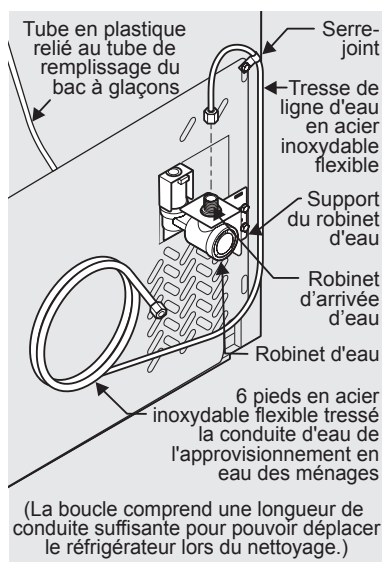

Figure 2
- 4 Répétez les étapes 2 et 3 pour installer la porte du réfrigérateur. Assurez-vous que les trous des vis de réglage sont vis-à-vis de la porte du congélateur. (Reportez-vous à la figure 2.)
Si vous utilisez un tuyau flexible en acier inoxydable, l'écrou est déjà installé sur la canalisation. Faire glisser l'écrou sur l'entrée de la valve et serrer à main l'écrou sur la valve. Serrer d'un autre demi-tour à l'aide d'une clé; NE PAS trop serrer. Voir figure 2.